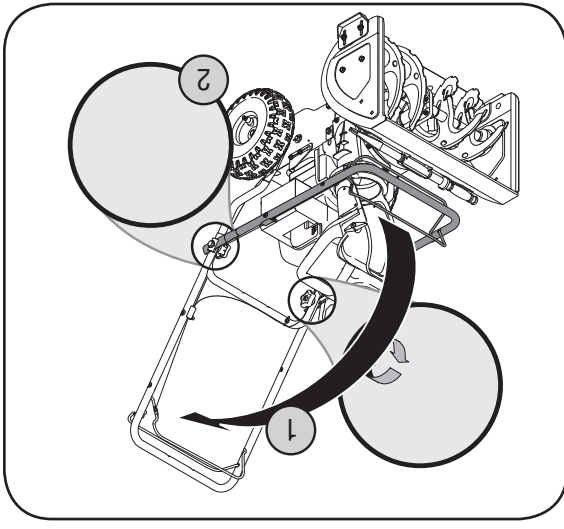

Figure 3
3. Pressez les deux commandes contre le guidon supérieur et relevez le plus possible, comme à la Figure 3. Vérifiez que le guidon supérieur s'emboîte bien sur le guidon inférieur et que les attaches sont bien alignées avec le guidon. Il faudra faire très attention en déplaçant le guidon supérieur sans toucher la goulotte.
4. Resserrez les boutons de chaque côté du guidon. Voir l'étape 2 à la Figure 3.